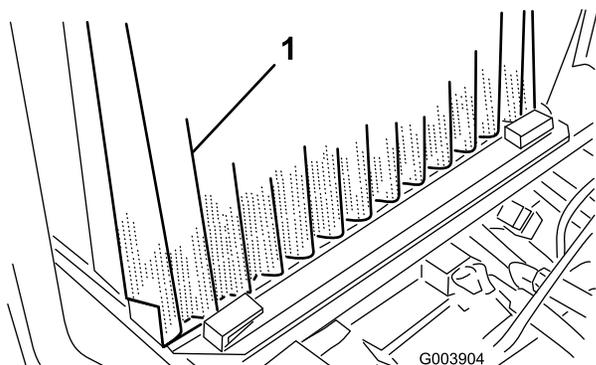

Figura 67
3. Allentate i morsetti, alzate la griglia e toglietela dalle guide (Figura 67).
5. Sollevate leggermente i radiatori dell'olio e girateli in avanti (Figura 67).